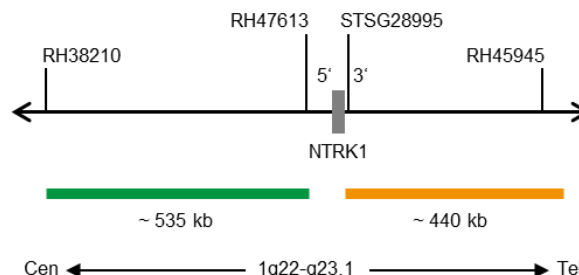

Fig. 1. SPEC NTRK1 Mapa de la sonda (no está a escala)
- Polinucleótidos marcados en verde (excitación a 503 nm/emisión a 528 nm) ZyGreen (~10 ng/ μ l), dirigidos a secuencias localizadas en 1q22-q23.1* (chr1:156,245,849-156,781,745) proximales a la región del punto de ruptura de NTRK1 (ver Fig. 1).
- Polinucleótidos marcados en naranja (excitación a 547 nm/emisión a 572 nm) ZyOrange (~4,5 ng/ μ l), dirigidos a secuencias localizadas en 1q23.1* (chr1:156,854,527-157,296,918) distales a la región del punto de ruptura de NTRK1 (ver Fig. 1).